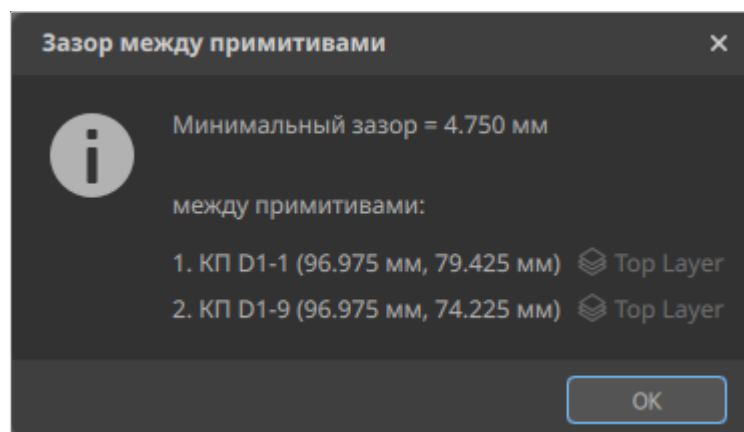

Рисунок 123. Результаты измерений зазора
- 3) Нажать левой кнопкой мыши на второй примитив. Отобразится всплывающее окно «Зазор между примитивами» с результатами измерения минимального расстояния между выбранными примитивами (см. рисунок 123).